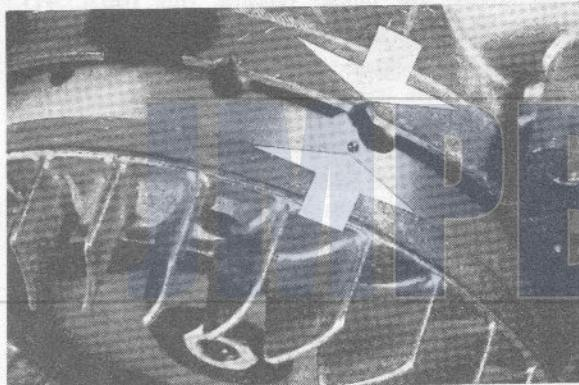

Fig. 27
- De voorontsteking bedraagt 16° op de krukas voor het bovenste dode punt, of, gemeten als zuigerweg 0,9 mm voor het bovenste dode punt. Nabij de uitgang van de bougiekabek uit het carter bevinden zich aan de rand van het carter 2 inkepingen tegenover het vliegwiel. Op het vliegwiel zelf is een centermerkteken. Als men centermerkteken naar de voorste inkeping draait, staat de zuiger precies in het bovenste dode punt. Draait men het centermerkteken naar de achterste inkeping, dan staat de zuiger 16° op de krukas = 0,9 mm zuigerwer voorontsteking voor het bovenste dode punt (fig. 27).